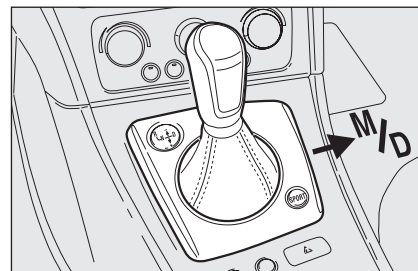

fig. 7
- spostare la leva cambio in posizione centrale (tra **+** e **-**) per inserire la 1ª marcia, oppure in **R** per inserire la retromarcia mantenendo il freno premuto. Se ci si trova in modalità manuale spostare la leva del cambio in **M/D** (fig. 7) per inserire la logica automatica;